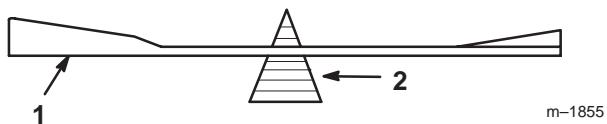
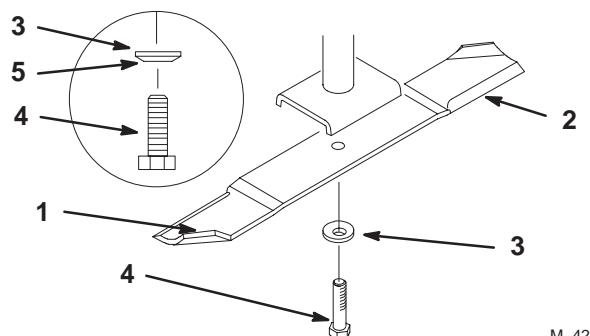

Figure 36
Figure 37
1. Tenez la lame à son extrémité avec un chiffon ou un gant épais. Retirez le boulon, la rondelle élastique et la lame de l'axe de la lame (Fig. 37).
2. Vérifiez l'équilibre de la lame en la plaçant sur un équilibrEUR (Fig. 36). Si la lame reste horizontale, elle est équilibrée et peut être utilisée. Si la lame est déséquilibrée, limez un peu l'extrémité de la partie incurvée seulement (Fig. 37). Répétez la procédure jusqu'à ce que la lame soit équilibrée.
1. Placez la lame sur l'axe (Fig. 37).
2. Installez la rondelle élastique et le boulon de la lame (Fig. 37). Serrez le boulon de lame à 115–150 Nm (85–110 pieds-livre).